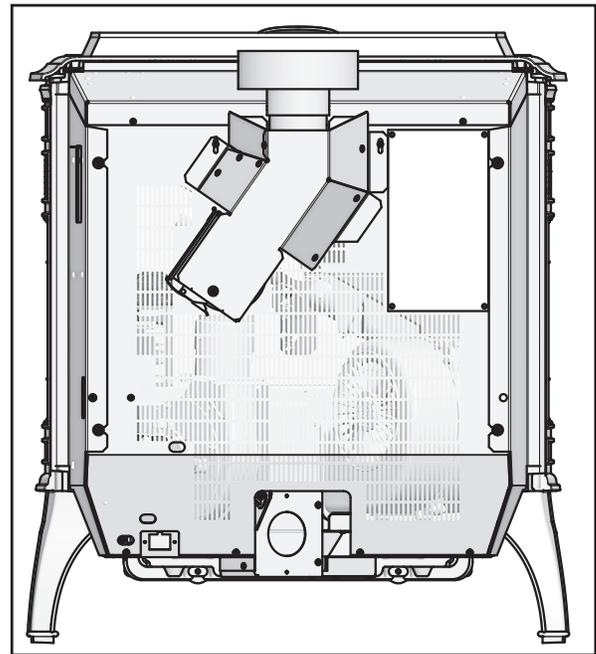

Figure 18.2
3. Alignez la fente à la gauche de l'adaptateur avec les trous du dos de l'unité, puis fixez en place avec une vis. Vous pouvez percer le trou en utilisant la mèche n° 26 fournie, mais uniquement si c'est nécessaire. **Figure 18.2.**
7. Pour nettoyer l'adaptateur supérieur de ventilation, ouvrez le couvercle de nettoyage et enlevez les débris accumulés. **Figure 18.2.**